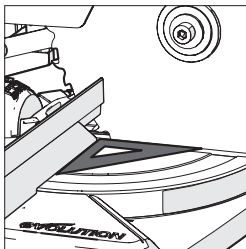

Abb. 13
- Legen Sie ein Zeichendreieck so auf den Tisch, dass eine kurze Seite am Anschlag und die andere kurze Seite am Sägeblatt anliegt (ohne dabei die TCT-Spitzen der Sägeblattzähne zu berühren) (**Abb. 13**).